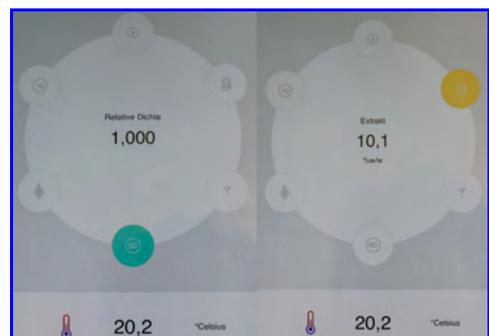

Abb. 21. Messeinheiten: können gewählt werden, z.B. Relative Dichte SG (links) oder Extraktgehalt %w/w (rechts).
- **Desinfektion:** Tilt-Hydrometer in einem Desinfektionsmittel wie 65% Isopropanol/ oder 70% Ethanol entkeimen (weitere Mittel: cf. Braulabor 6 hier), sowie "Mikrobiologische Grundlagen zur Hefezüchtung Teil I" hier > Abb. 21), Abb. 18.
- Anton Paars **EasyDens-App** herunterladen (cf. Materialliste), bzw. App starten → automatische Suche nach EasyDens (muss in der Nähe sein; Suche kann auch manuell durch Aktivierung von "MESSEN" gestartet werden) → automatische Verbindung wird hergestellt: statt Blinken dauerhaftes blaues LED-Leuchten → Messbildschirm öffnet sich (Abb. 21).
- Messeinheit wählen, z.B. Relative Dichte SG (auch möglich: Extrakt [% w/w]) durch Antippen des entsprechenden Symbols (die Temperatur wird immer automatisch angezeigt und bei der Messwertangabe automatisch einbezogen): vgl. Abb. 21.